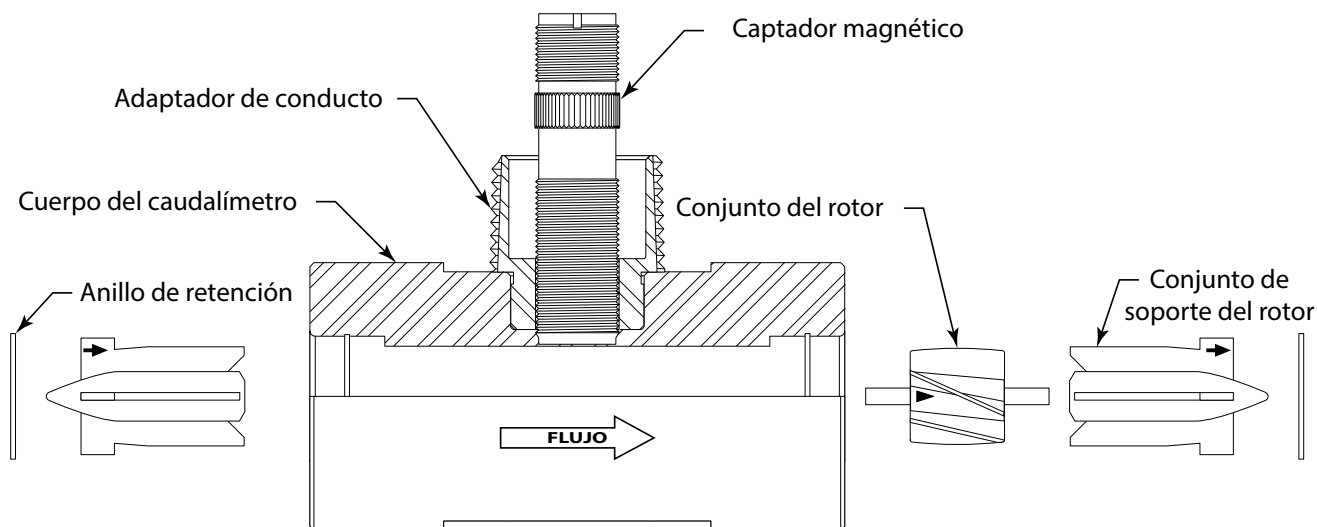
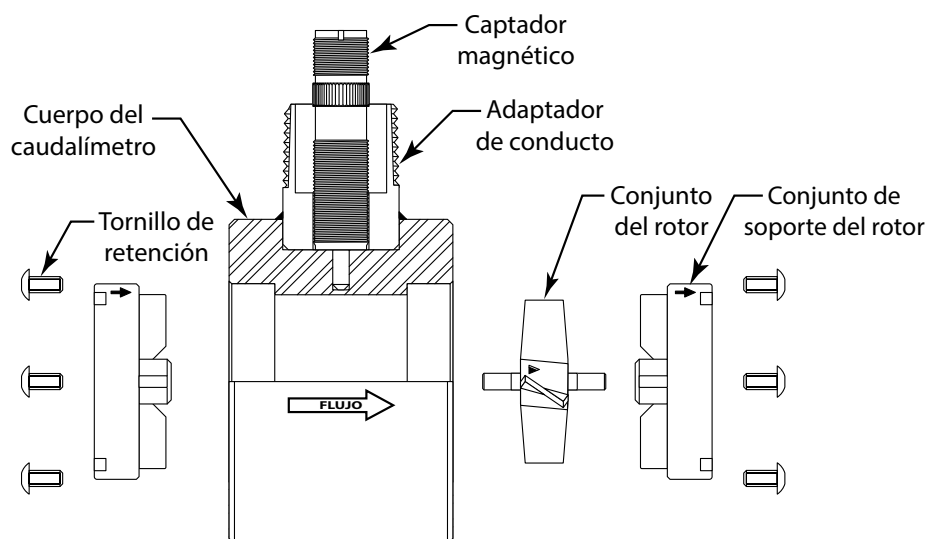

Figura 1: Las posiciones relativas de los componentes internos para todos los tamaños de caudalímetro QuikSert B131-038 hasta B131-100.
Figura 2: Las posiciones relativas de los componentes internos para todos los tamaños de caudalímetro QuikSert B132-050 hasta B139-900.
1. Consulte la Figura 1 y la Figura 2 para consultar las posiciones relativas de los componentes del kit de reparación.
La Figura 1 y la Figura 2 muestran la alineación y la orientación adecuadas de los kits de reparación.
NOTA: Los caudalímetros de 2 in (50,8 mm) y más grandes tienen anillos de retención en ambos extremos del caudalímetro (consulte la Figura 2).